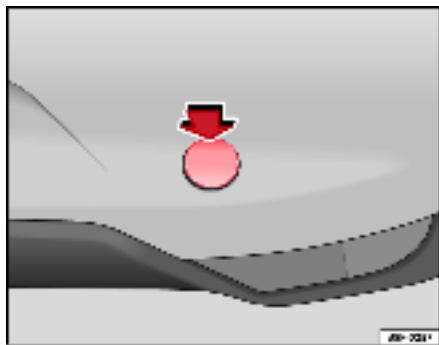

Fig. 207 Cache de l'oeillet de remorquage arrière
- Libérer le cache en appuyant sa partie supérieure dans le sens de la flèche ⇒ fig. 207.